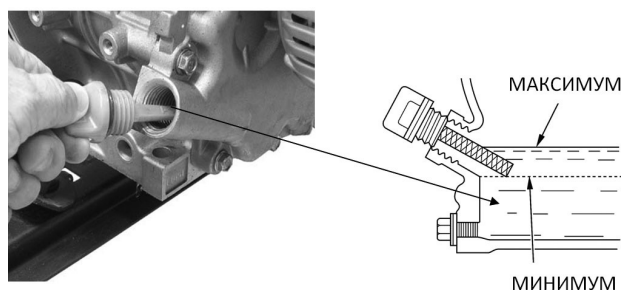

Рис.6
ПРОВЕРКА УРОВНЯ МАСЛА В КАРТЕРЕ(РИС.6)
1. Открутите крышку/щуп (1) маслозаливной горловины.
2. Открутите сливной болт(2) и слейте масло в подходящую емкость.
4. Залейте масло до необходимого уровня (см.рис.6).